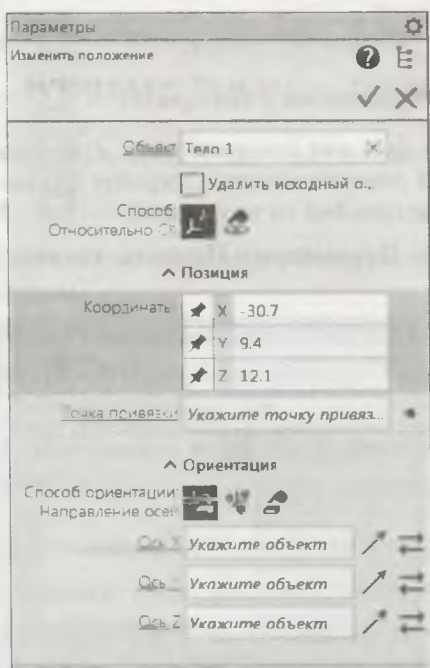

Рис. 21.14. Панель Параметры: Изменить положение
- ♦ укажите объект, положение которого нужно изменить в графической области или в **Дереве** модели — название объекта появится в поле **Объект** на панели **Параметры: Изменить направление** (рис. 21.14). В графической области появился фантом системы координат. На панели **Параметры** задайте такие параметры: